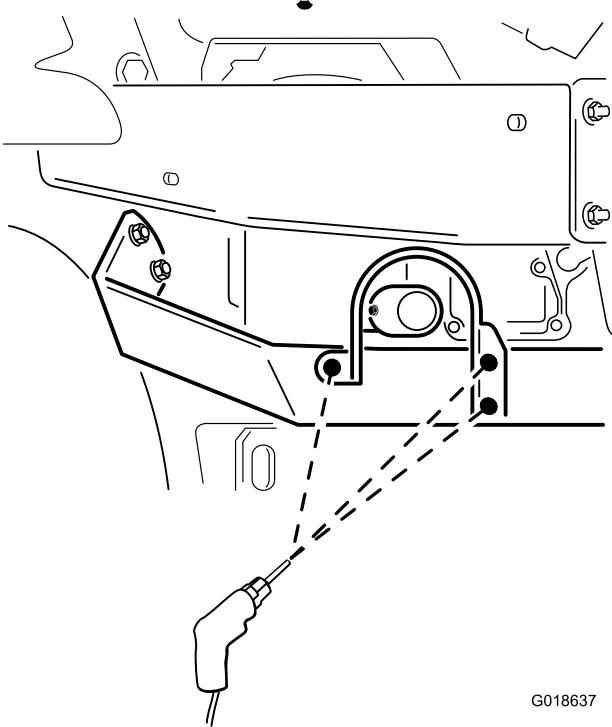
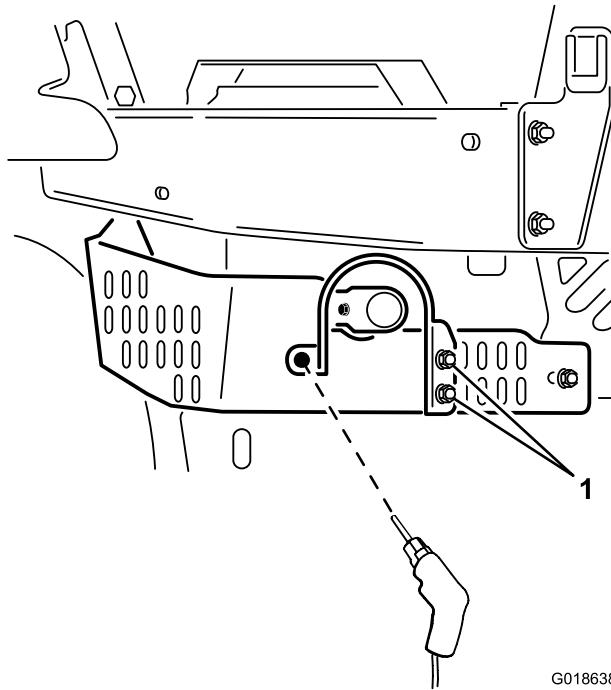

Figura 7
Figura 8
- Alinee la pestaña derecha del protector del tubo de escape (la pestaña con 2 taladros) con la superficie trasera del protector izquierdo inferior del motor (Figura 7).
- Alinee el borde inferior de la pestaña derecha del protector del tubo de escape con el borde inferior del protector del motor (Figura 7).
- Alinee la pestaña izquierda del protector del tubo de escape (la pestaña con 1 taladro) con la zona triangular achaflanada del protector izquierdo inferior del motor. (Figura 7).
- Alinee el borde superior de la pestaña izquierda del protector del tubo de escape y el borde superior del protector izquierdo inferior del motor de manera que el borde de la pestaña y el borde del protector estén paralelos (Figura 7).
- **Para cortacéspedes de venta internacional (TE)**
- Alinee los taladros de la pestaña derecha del protector del tubo de escape (la pestaña con 2 taladros) con las dos ranuras verticales de la izquierda del protector izquierdo inferior del motor (Figura 8).
- Alinee el borde inferior de la pestaña derecha del protector del tubo de escape con el borde inferior del protector del motor (Figura 8).
- iv. Alinee la pestaña izquierda del protector del tubo de escape (la pestaña con 1 taladro) con la zona achaflanada del protector izquierdo inferior del motor (Figura 8).